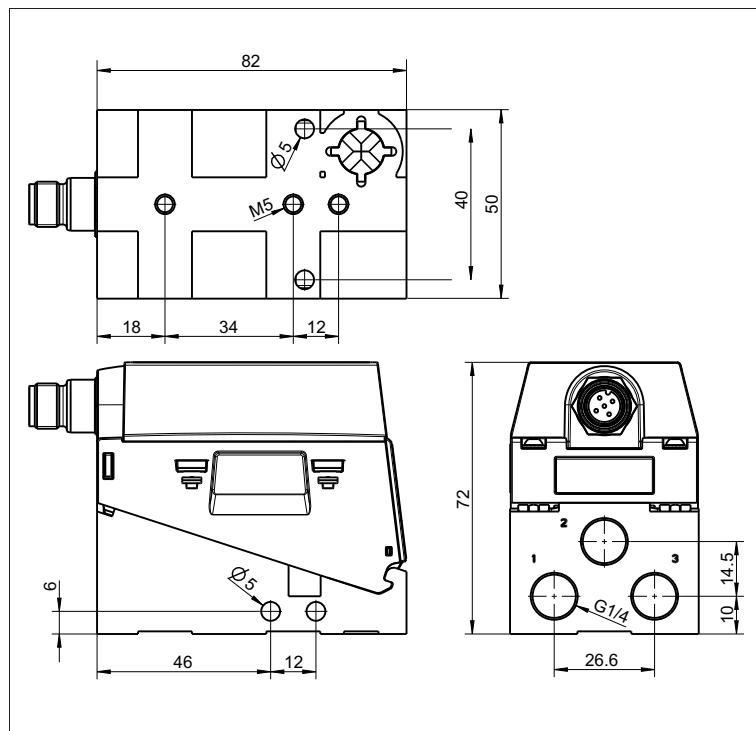

Abb. 4: Maßzeichnung
- ▶ Entnehmen Sie die Lochabstände der Maßzeichnung (siehe Abb. 4)